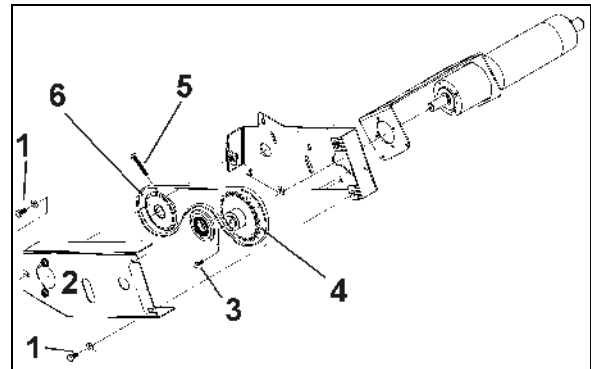

Bild 128
1. Lossa skruvarna (Bild 128/1) och ta bort skyddskåpan (Bild 128/2).
2. Lossa skruvarna (Bild 128/3) och ta ur drivhjulet $z=24$ (Bild 128/4), montera drivhjul $z=18$ och skruva fast.
3. Lossa skruvarna (Bild 128/5) och ta ur drivhjulet $z=18$ (Bild 128/6), montera drivhjul $z=24$.